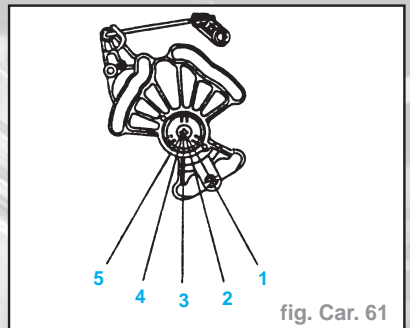

fig. Car. 61
- placer le sélecteur d'air à hauteur de tête (tout à gauche) et amener la manette de volet en position (5) - (fig. Car. 61).